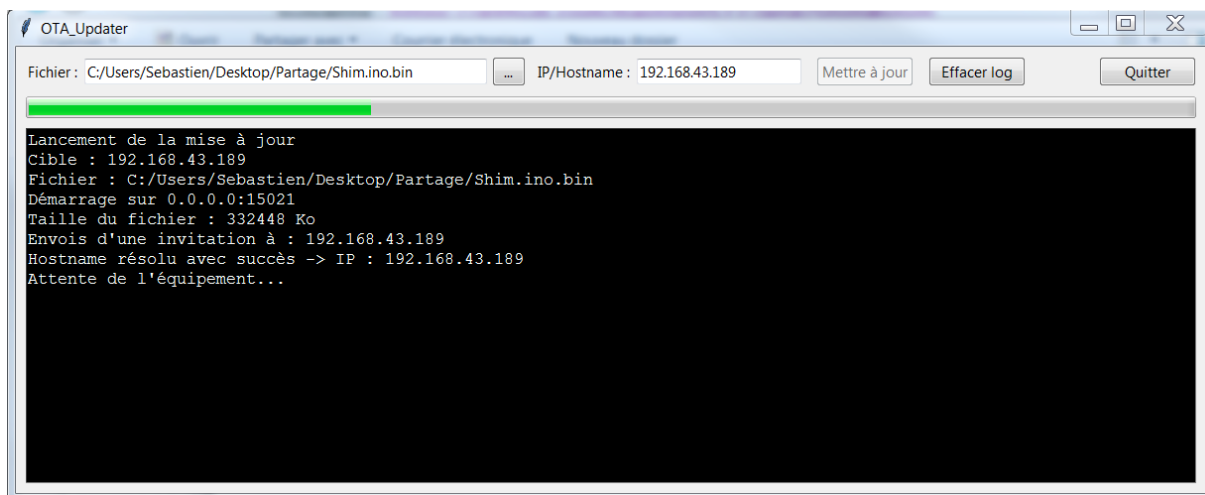

Figure 13 : Mise à jour du Shim_vx.bin par OTA_Updater.exe
4. Ouvrir le logiciel **OTA_Updater.exe** (fig.13) puis: